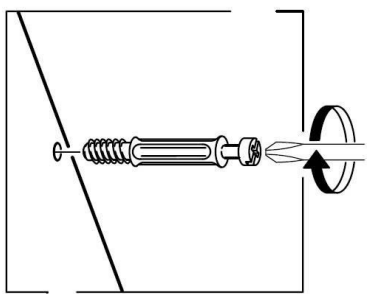

Рис. 1
1. В боковые стенки (61), (62), перегородку (63), горизонтальные щиты (65), (66), планку жесткости (95) в имеющиеся отверстия установить эксцентрики таким образом, чтобы стрелка была повернута в сторону отверстия в торце.
В установленные муфты эксцентриковых стяжек на боковых стенках (61), (62), перегородке (63), крышке (60), вернуть дюбели DU 644, в соседние отверстия установить шканты (рис.1).
2. Установить монтажные планки петель на боковые стенки (61), (62) с помощью комплектных винтов.